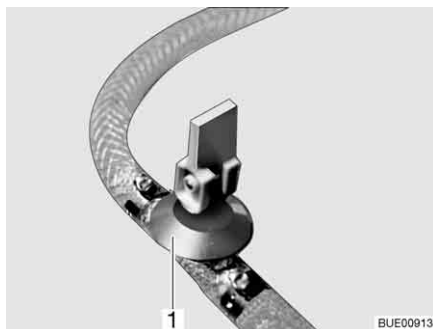
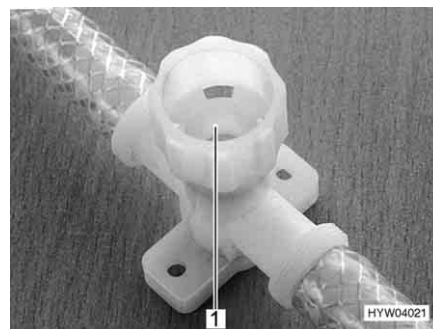

Bild 174 Avtappningskran (med vipparm)
Bild 175 Avtappningskran (med vred)
- Stäng alla avtappningskranar. Ställ för detta avtappningskranens vipparm (Bild 174,1) vågrätt eller vrid avtappningskranens kran (Bild 175,1) medurs.